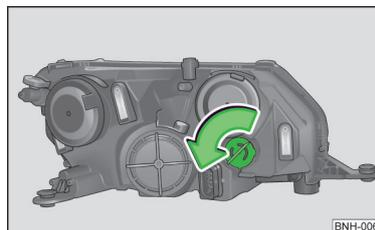

Fig. 129
- Poussez la douille avec l'ampoule » fig. 129 jusqu'en butée en sens **antihoraire** et faites-la sortir.